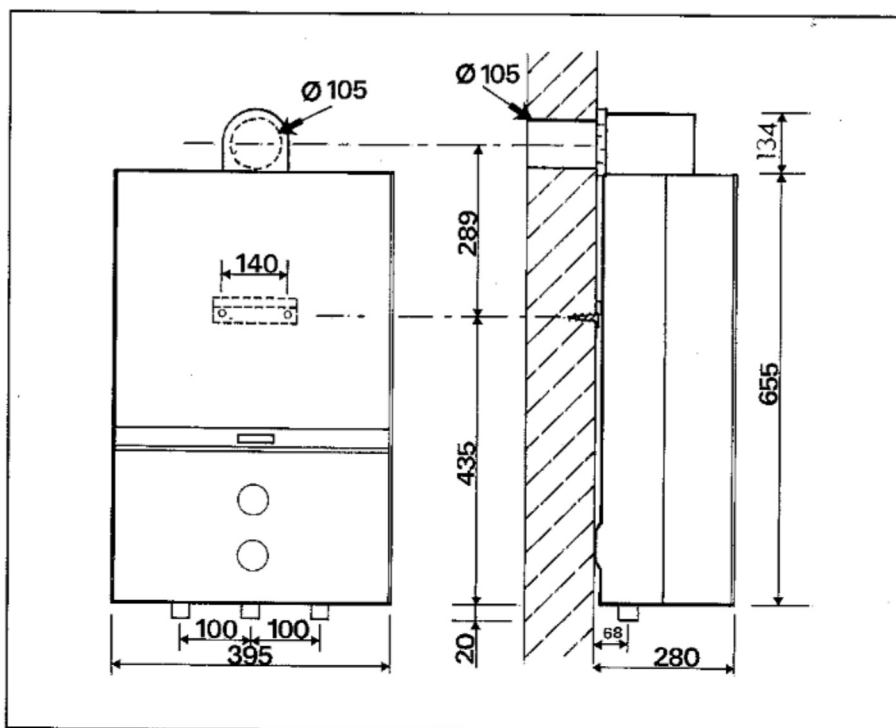

Fig. 8 - Raccordement du dispositif ventouse à flux forcé (fig. 10 et 11)
- Cotes d'encombrement (fig. 8).
- Déterminer la position de la platine d'accrochage du chauffe-bain (fig. 8) (page 4), tracer la ligne verticale d'axe du chauffe-bain et marquer le centre du percement de traversée de mur à 289 mm au-dessus de l'horizontale passant par les points de fixation. Diamètre du percement: 105 mm.